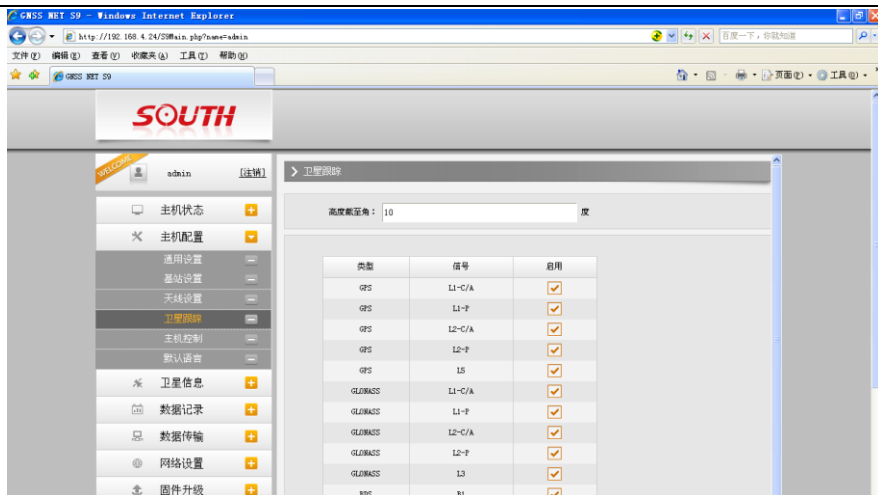
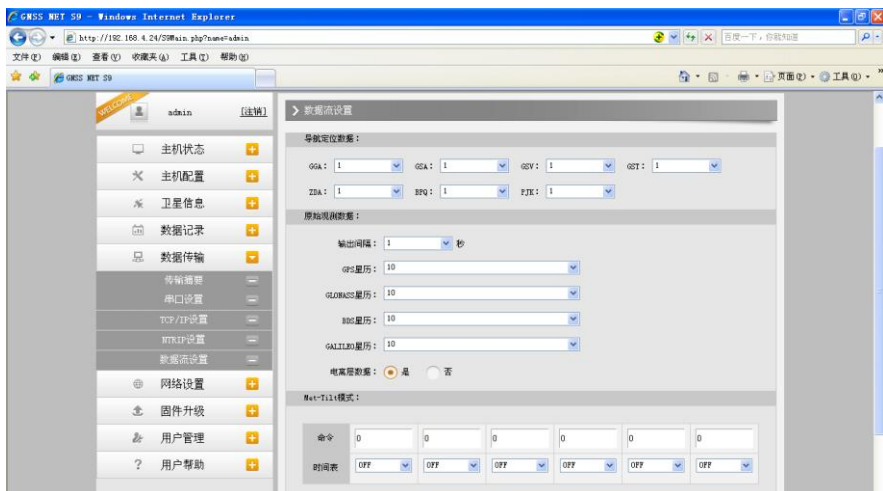
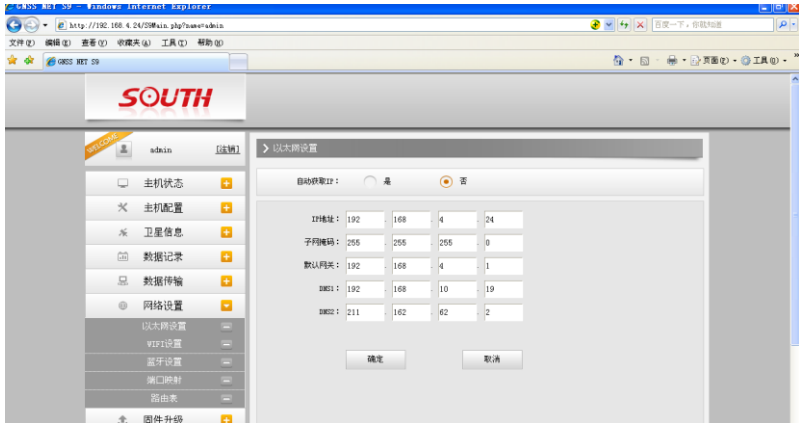

图 3-9 卫星跟踪栏页面
图 3-19 数据流设置栏页面
图 3-20 网络设置栏页面
b) “基站设置”页面如图 3-9 所示。可以完成基站的基本设置如基站坐标、差分格式等；用户可自行输入精确坐标，也可以点‘当前位置’选择自动获取坐标；
c) “TCP/IP 设置” 页面如图 3-19 所示。选择所需的工作模式和数据流，配置与服务器匹配的 IP 与服务端口，并在启用栏打上√。
d) “NTRIP 设置” 页面如图 3-20 所示。在 Ntripserver 设置下面选择‘启用’，在 NtripCaster 地址和 NtripCaster 端口配置直发差分的 ip 地址和端口。
在 Web Server 的 NtIrpsServer (图 3-20) 和基站设置 (图 3-9) 设置正确的情况下, 在 PC 服务器打开 server 软件点击‘设置’如图 4-1。配置好服务端口, 开启服务查看‘详细情况’, 主板直发差分就会显示在界面, 如图 4-2。
如图 4-3, 点击‘新增’, 根据 Web Server 上 TCP/IP 设置的原始数据端口信息(图 3-19)和基站设置信息(图 3-9), 连接类型选择‘网络服务端’, 并填上基站信息, 点击‘确定’, 基站添加完成。